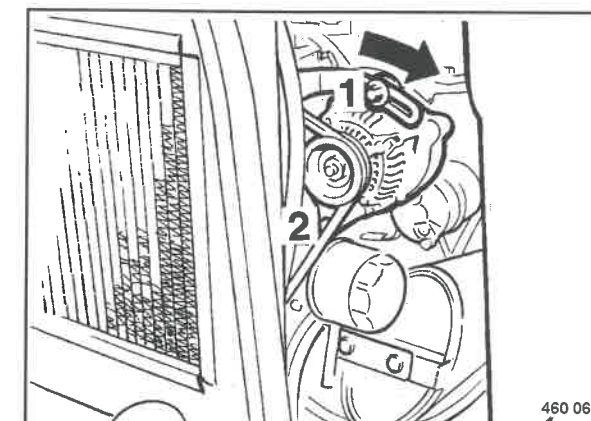

Fig. 108
- Allentare leggermente le viti di fissaggio 1 e 2 (Fig. 108).